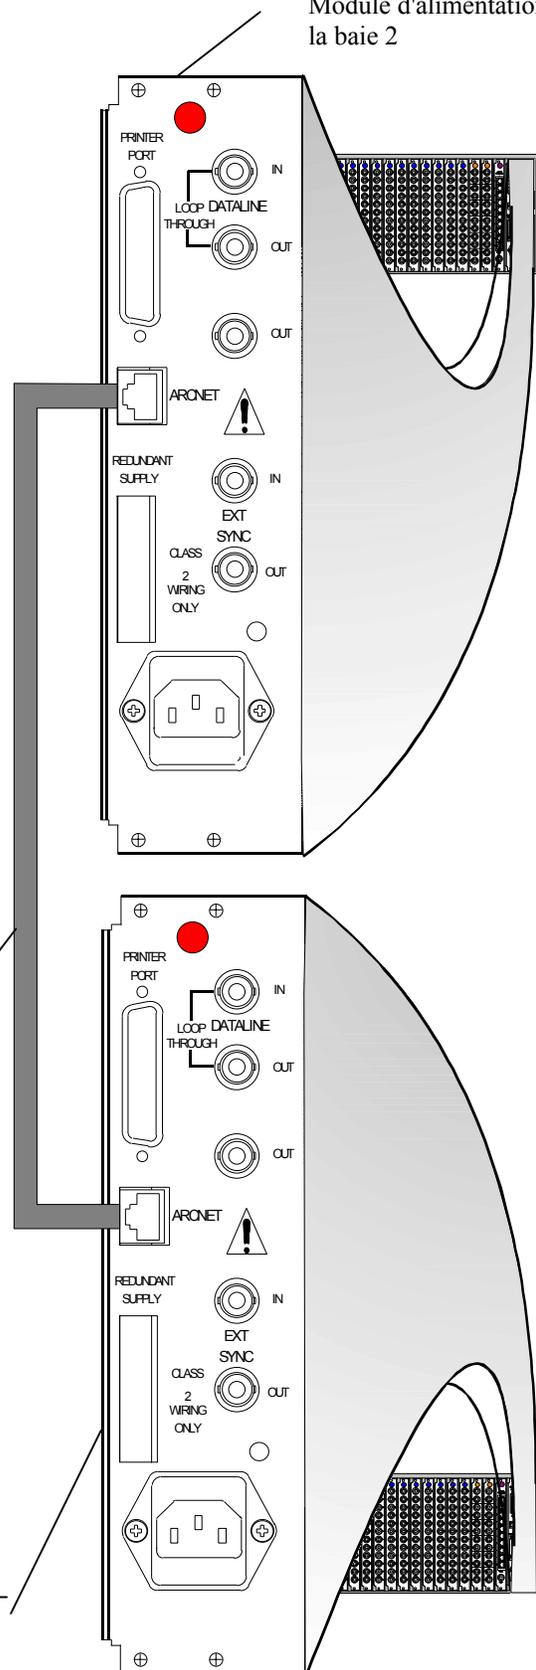

Figure 2-13 - Lien de communication en baie double
Dans les configurations en baie double, il y a deux (2) modules d'alimentation, un pour chaque baie. De façon à synchroniser les deux baies et à échanger des informations, un lien de communication est fourni qui doit être connecté entre les deux baies (voir figure 2-13).